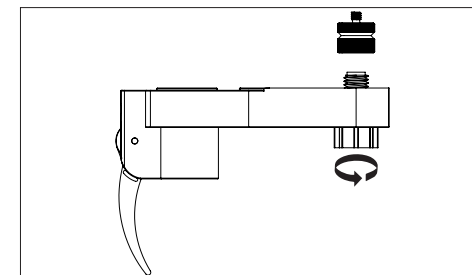

Figure 5 / Figure 5 / Figura 5
1. Rotate lower knob to thread laser onto platform. 1/4"-20 Adapter may be threaded on if needed. (Figure 5)
1. Tournez la molette inférieure pour enfilez le laser sur le bras. Un adaptateur 1/4 po-20 peut être enfilé si nécessaire. (Figure 5)